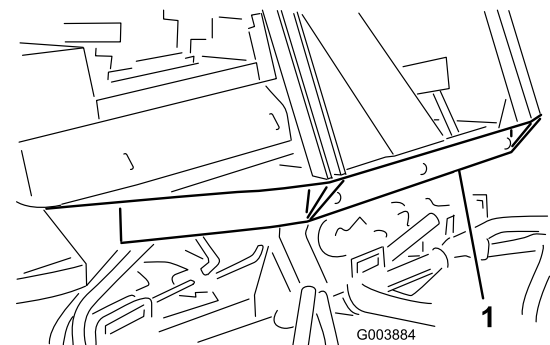

Bild 36
4. Befestigen Sie eine geeignete Kette, einen Riemen oder ein Kabel in der Mitte des vorderen Rahmenteils (Bild 36).